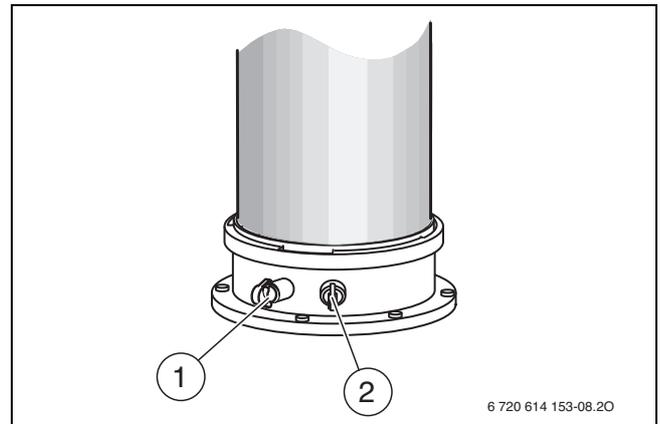

Fig. 42 Tubulure de mesure des fumées et de l'air de combustion
- ▶ Retirer le bouchon sur la tubulure de mesure de l'air de combustion (→ fig. 42,[2]).
- ▶ Retirer le bouchon de la tubulure de mesure des fumées (→ fig. 42, [1]).